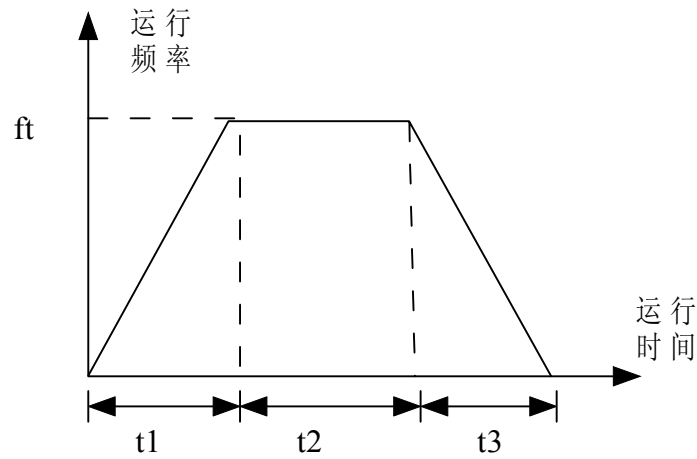

图6.2.6 点动运行参数说明
**P01.20~P01.22**定义了点动运行的参数；如图6.2.6所示。